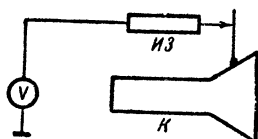

Рис. 14. Схема измерения ускоряющего напряжения.
**Л.** — Безусловно, но добавочное сопротивление получится очень громоздким. Кроме того, надо учесть, что ток через такой вольтметр будет очень значительным (одного порядка с током кинескопа  $100\text{ мка}$ ). Поэтому во избежание неверного показания при измерении следует уменьшать яркость экрана почти до нуля. Само собой разумеется, что такое опасное для жизни напряжение необходимо измерять с помощью хорошо изолированного измерительного зонда (рис. 14).